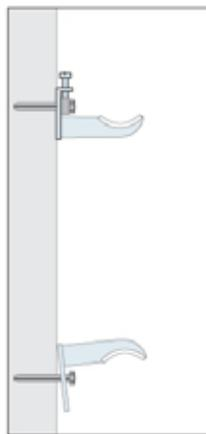

fig. 1
- 3) Les trous étant percés, insérez les chevilles et fixez les deux supports en métal pensez à introduire l'anneau en métal de régulation sur les vis de des supports supérieurs. Le support de fixation inférieur ne devra pas être serré pour le moment (fig. 1).